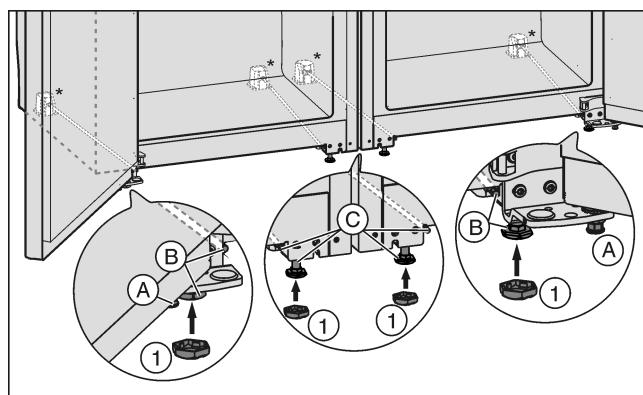

Fig. 22
- Dado el caso, enrosque totalmente las patas de ajuste Fig. 22 (A) delanteras de ambos aparatos para que no haya contacto con el suelo.
- Coloque tapones Fig. 22 (1) en las cuatro patas de ajuste delanteras.
- Enrosque las patas de ajuste intermedias Fig. 22 (C) para que no haya contacto con el suelo.
- Alinee el combinado con las patas de ajuste exteriores Fig. 22 (B).
- Vuelva a bajar las patas de ajuste intermedias *Fig. 22 (C)* hasta que toquen el suelo.
- Después, apoyar la puerta: Baje las patas de ajuste *Fig. 22 (A)* en el soporte de cojinete hasta que descansen sobre el suelo; a continuación, gire otros 90°.